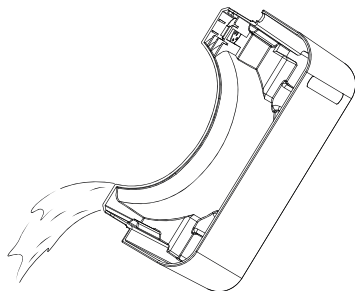

Bild 3
- ◆ Töm vattentanken ④ i en utslagsvask (se bild 3) och sätt tillbaka vattentanken ④ i produkten igen. Produkten fortsätter med det tidigare inställda programmet.